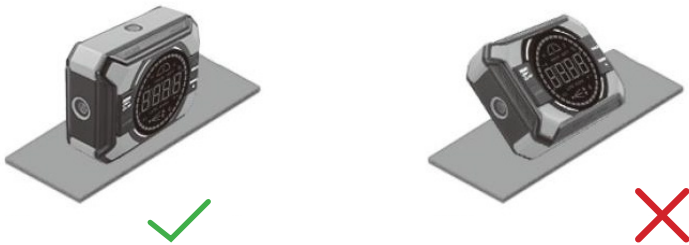

Рис. 1
- Нажмите кнопку (1), чтобы включить прибор. Нажмите и удерживайте кнопку (1) в течение 3 секунд, чтобы выключить прибор. Прибор выключается автоматически, если не используется в течение 3 минут при выключенных лазерных лучах или 30 минут при включенных лазерных лучах.
- Для выполнения измерений поместите прибор на ровную поверхность (рис. 1).